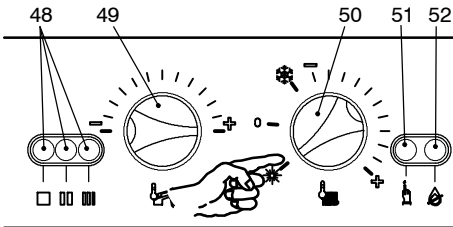
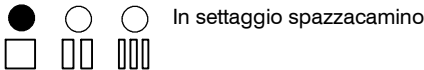
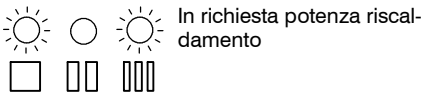

fig. 9.13
fig. 9.14
fig. 9.15
- 1 Alimentare elettricamente la caldaia azionando l'interruttore bipolare previsto nella installazione; la lampada di segnalazione 48 in fig. 9.13 lampeggia velocemente.
- 2 Posizionare il selettore 50 come indicato in fig. 9.13; la lampada di segnalazione 48 lampeggia ad intermittenza circa ogni 2 secondi.
- 3 Tenere premuto il pulsante di ripristino 51 in fig. 9.13 per circa 10 secondi, la lampada di blocco 52 in fig. 9.13 inizierà a lampeggiare.
- 4 Per settare la funzione *spazzacamino* le spie di segnalazione 48 in fig. 9.13 devono essere visualizzate come in fig. 9.14 (legenda spie a pag. 7)
- 5 Ripremere il pulsante di ripristino 51 in fig. 9.13 per circa 5 secondi, la lampada di blocco 52 in fig. 9.13 si spegne, mentre le spie di segnalazione 48 in fig. 9.13 lampeggiano in maniera richiesta potenza riscaldamento fig. 9.15